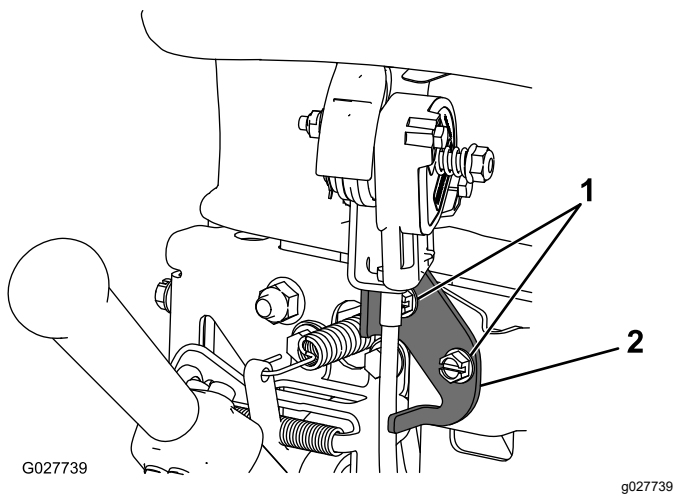

Figure 26
2. Desserrez les 2 fixations de la commande d'accélérateur (Figure 26).